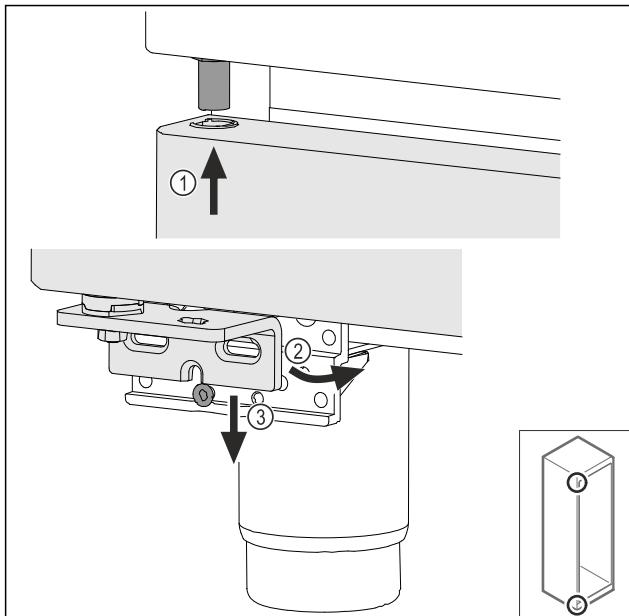

Fig. 74
- Наденете леко наклонената нагоре врата Fig. 74 (1), подравнете вратата напред Fig. 74 (2) и я поставете отдолу върху винта на опорната стойка Fig. 74 (3).